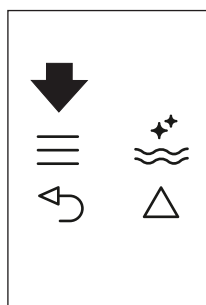
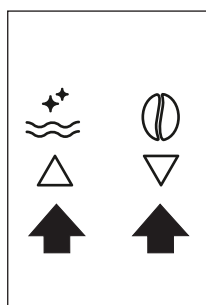

Abb. 22
Abb. 9
- Drücken Sie das ☐ Symbol (B2), um das Menü aufzurufen (Abb. 22). Drücken Sie die Symbole △ ▽ (B7) und (B8) (Abb. 9), bis „KAFFEE PROGRAMMIEREN“ angezeigt wird.